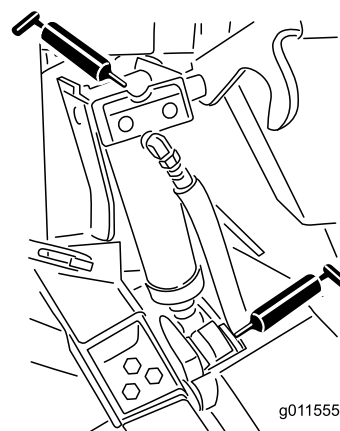

Figura 52
- 4 casquillos de los cilindros de elevación (Figura 52)